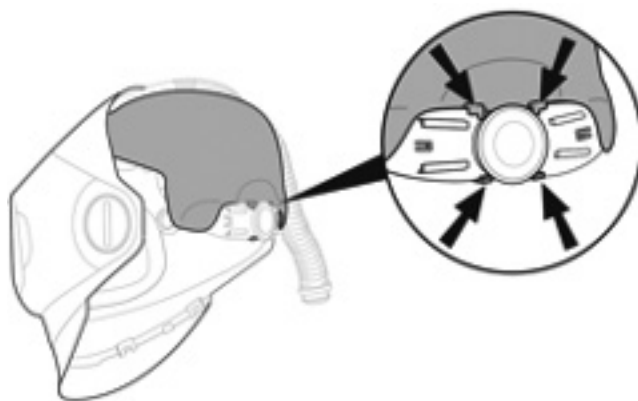

Fig. 21
- b. Appuyer sur les pieds de la protection contre les éraflures jusqu'à ce qu'ils s'enclenchent (fig. 21).